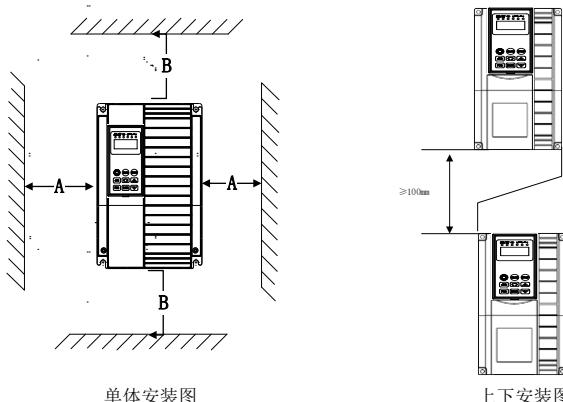

图 3-1 EV510E 安装示意图
- 1) 请垂直安装驱动器, 便于热量向上散发。但不能倒置。若柜内有较多驱动器时, 最好是并排安装。在需要上下安装的场合, 请参考图 3-1 的示意, 安装隔热导流板。
- 2) 安装空间遵照图 3-1 所示, 保证驱动器的散热空间。但布置时请考虑柜内其它器件的散热情况。